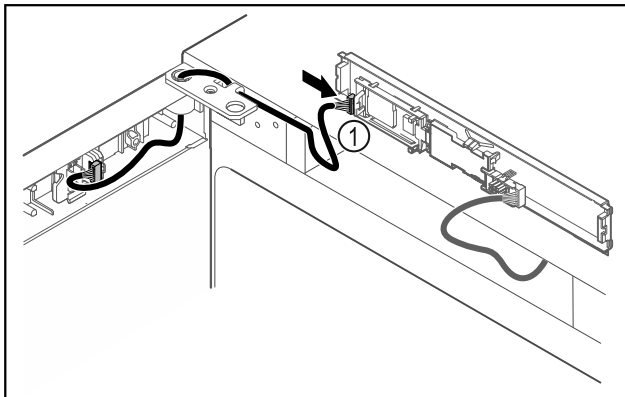

Fig. 49
- Stecker Fig. 49 (1) an Platine anstecken.